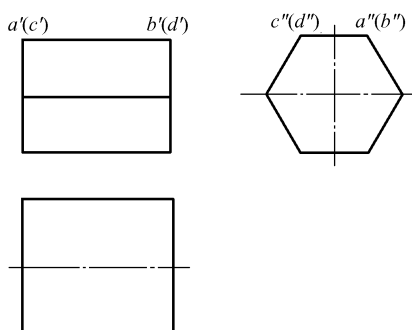

图 7
7. 在正六棱柱的俯视图（图 7）中，补画 A、B、C、D。